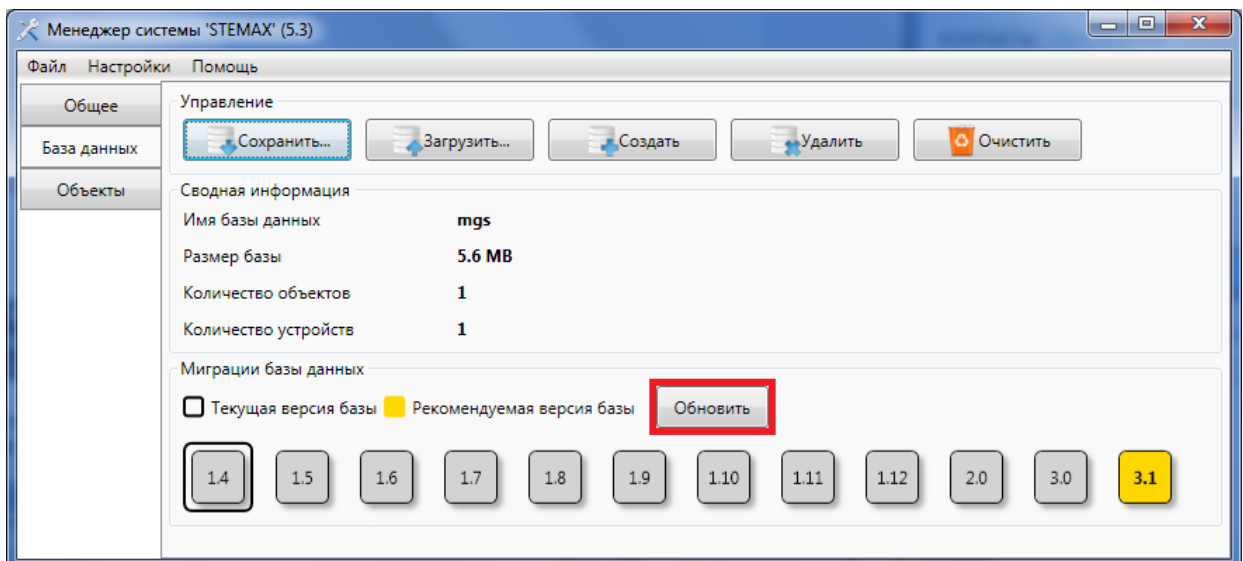

Рис. 5.29. Обновление базы данных
12. Автоматически запустится программа *MS\_Manager.exe* с открытой вкладкой *База данных*. Нажмите кнопку *Обновить* (Рис. 5.29).